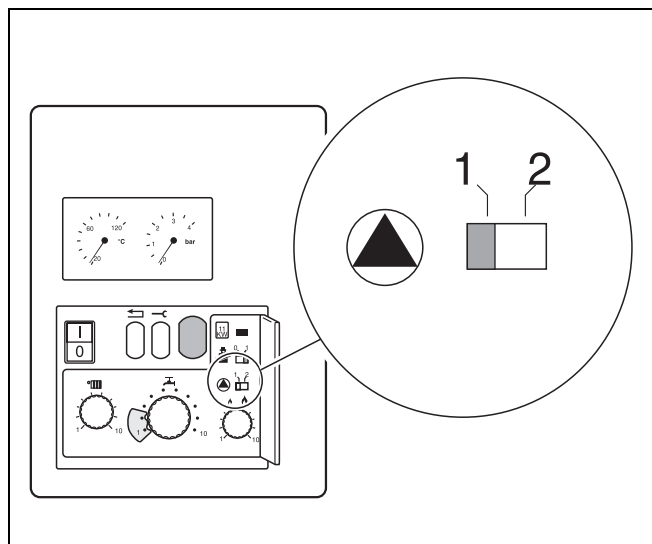

fig. 27 Interrupteur de temporisation de la pompe
- Mettre le commutateur ▲ (fig. 27) en position "1":